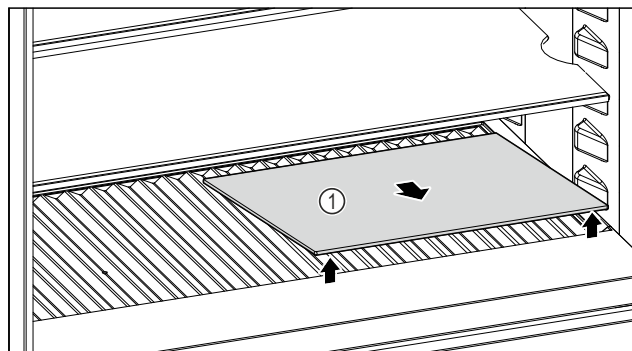

Fig. 166
- Скористайтесь пазом спереду, щоб підняти скляну полицю Fig. 166 (1) і вийняти її.
- Безпечно зберігайте скляну полицю Fig. 166 (1) за межами пристрою.